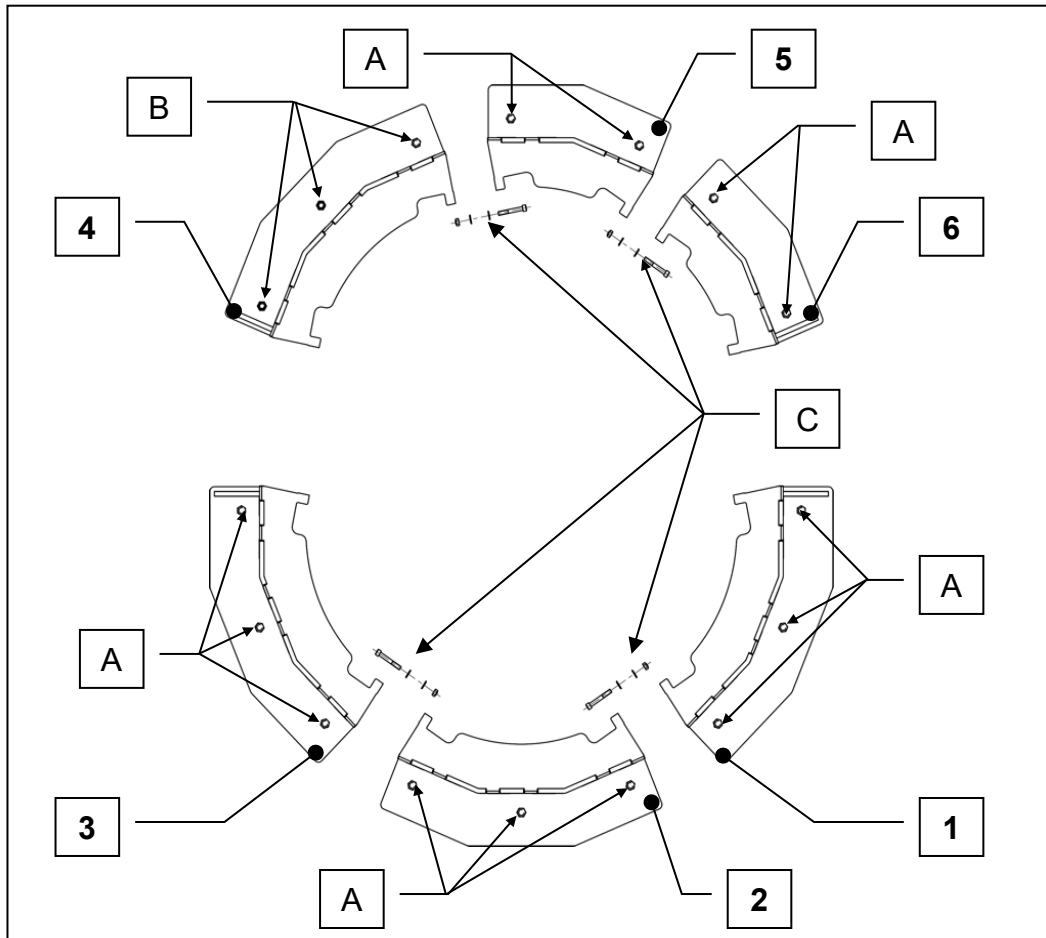

Abbildung 30: Übersicht über das komplette Sieb und die Schrauben für die Montage
Anmerkung zu Abbildung 30:
- 1) Nehmen Sie das Siebsegment 2 und befestigen Sie es mit 3 Stück M12x40 Qualität 8.8 + Unterlegscheibe + Sicherungsmutter Klasse 8 an der Unterseite (siehe Abbildung 30). Stecken Sie die Schrauben nur locker durch die Seitenplatte, so dass sich das Segment noch leicht bewegen kann.
- 2) Nehmen Sie das Siebsegment 1 und montieren Sie es auf der richtigen Seite des unteren Segments, das Sie gerade installiert haben (siehe Abbildung 30). Auch hier werden die Schrauben locker eingesetzt. Montieren Sie dann das Siebsegment 3
- 3) Die neu installierten Siebsegmente werden mit 1 Stück M8x55 Qualität 8.8 mit Zylinderkopf und Innensechskant + 2 Unterlegscheiben + Sicherungsmutter Qualität 8 in jeder Verbindung aneinander befestigt (siehe Abbildung 30). Auch diese Schrauben werden nur lose montiert.